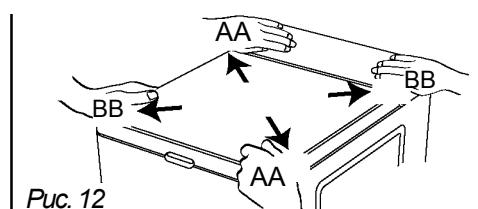

Рис. 12
- Проверьте устойчивость машины нажатием на крышку в направлении AA, затем BB (рис.12). **Это должно быть видимое движение устройства.**